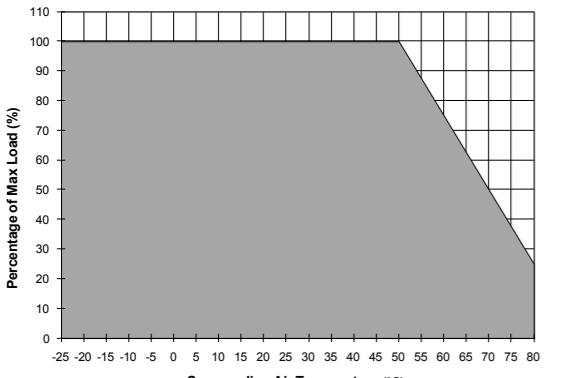

Figure 7
Betriebstemperaturbereich (Umgebungstemperatur)	-25°C bis +80°C (Leistungsherabsetzung gemäß Abb. 7)
5.4. Temperaturverhalten (Abb. 7)
5.4. Thermal behavior (Fig. 7)